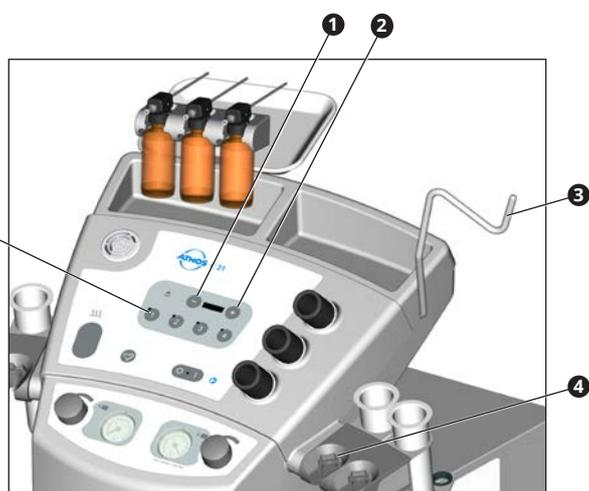

Fig. 13. Ensemble de lumière 2 canaux avec 2 ou 4 canaux
- Retirer le câble de lumière de son support (❹, Fig.13) ou la lampe frontale de son crochet (❸, Fig. 13).
- ☞ Les touches 1 à 4 (❺, Fig 13) permettent d'allumer manuellement les sources de lumière.
- Appuyer sur la touche ❶ (Fig.13) pour diminuer la luminosité ou sur la touche ❷ pour l'augmenter.